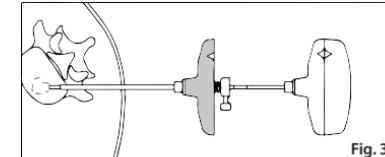

Fig. 3
FIG. 3 Com a seringa removida, introduza a Pega (B) no Enchimento (A) e empurre cuidadosamente até que esta encontre a extremidade do luer do Enchimento (A), enquanto monitoriza o fluxo de cimento sob orientação por imagem.